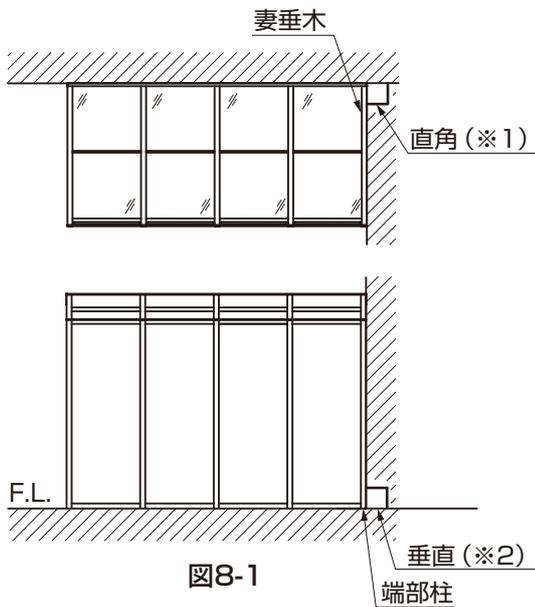

図8-1
- 躯体外壁の直角度(※1)、垂直度(※2)に狂いが生じている場合は、取付けることができませんので、修正してください。修正時の部材については、現場で手配してください。(図8-1参照)